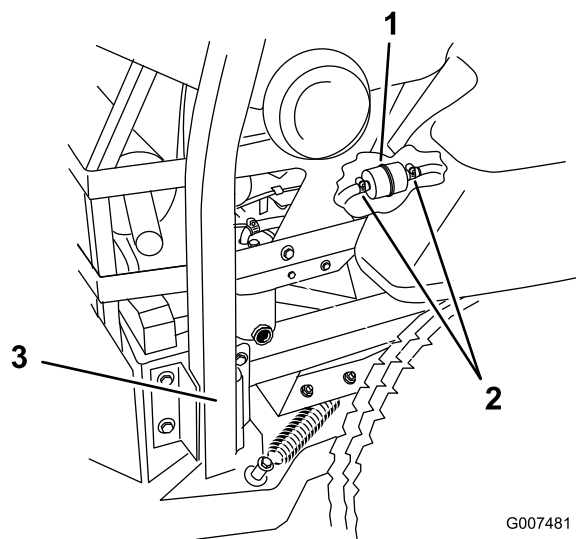

Figura 52
5. Afloje las dos abrazaderas y desconecte los tubos de combustible del filtro de combustible (Figura 52).